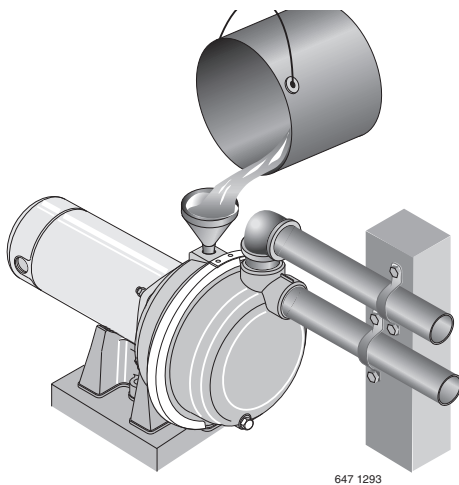

Figure 5 : Remplir la pompe avant de commencer
- 3 ° Remplir d'eau la pompe et le tuyau d'aspiration (Fig. 5).